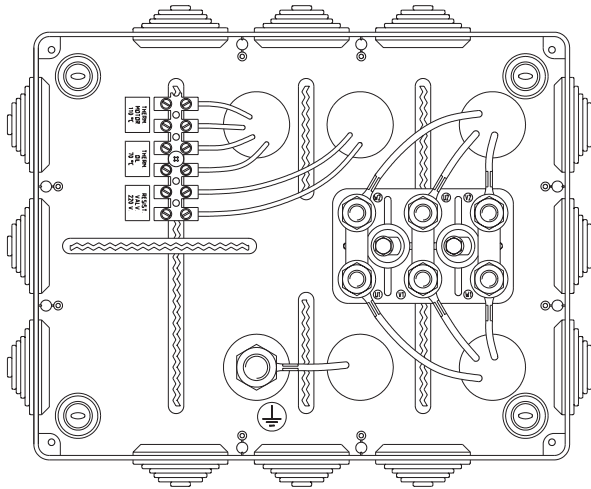

Fig. 13 Caja de conexiones para centralita estándar
- La caja de la centralita estándar comprende (ver Fig. 13):